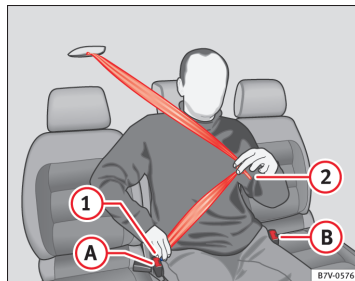

Fig. 12 Sådan spændes sikkerhedsselen til den midterste siddeplads på 2. sæderække.
- Tag fat i låsetappen, og træk selen ⇒ Fig. 12 ① nedad. Sørg for, at selen **ikke** snor sig ⇒ ⚠.
- Sæt låsetappen ① ned i den selelås ②, der hører til den pågældende siddeplads.
- Tag fat i låsetappen, og træk selen ② hen over bækkenet på passageren.
- Sæt låsetappen ② ned i den selelås ⑧, der hører til den pågældende siddeplads.